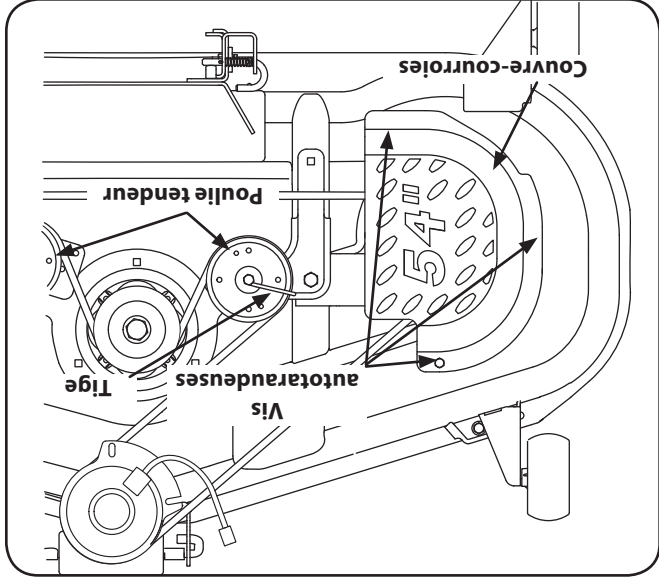

Figure 7-7
2. Retirez les couvre-courroies en enlevant les vis auto-taradeuses qui les maintiennent sur le plateau de coupe. Voir la Fig. 7-7.
3. Desserrez, mais n'enlevez pas la tige de garde de la courroie sur la poulie située près de l'arrière du plateau de coupe. Voir la Figure 7-7.